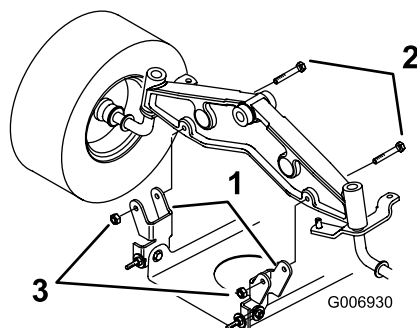

Figure 42
7. Fixez les supports de pivots du plateau de coupe à l'essieu avant à l'aide des boulons et des contre-écrous (Figure 42).